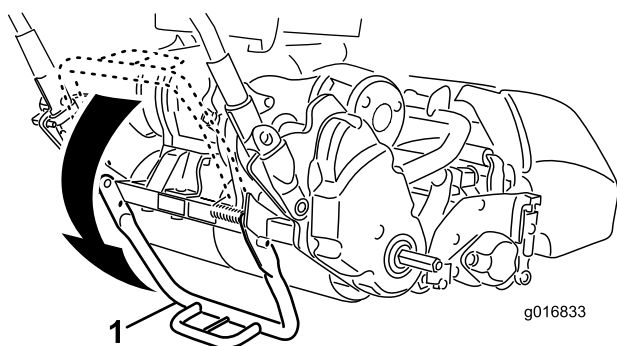

Рисунок 7
1. Нажмите на откидную ножку вниз ногой **в середине откидной ножки** и тяните за нижнюю среднюю рукоятку машины до поворота откидной ножки вокруг центральной части (Рисунок 7).